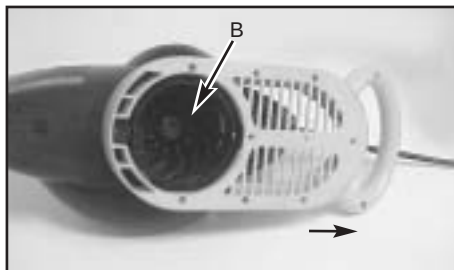

FIG. 4-1B
2. Insert tube locking lugs into slots (B) in unit (Fig. 4-1B) Turn tubes clockwise to lock. (Fig. 4-1C)
2. Insérer les tenons de blocage dans les rainures (B) dans l'unité. (Fig. 4-1B) Tourner les tubes dans le sens des aiguilles d'une montre jusqu'à la position blocage. (Fig. 4-1C)
2. Inserte las guías del tubo dentro de las ranuras (B) de la unidad (Fig. 4-1B) Gire los tubos a favor de las manesillas del reloj para asegurarlos. (Fig. 4-1C)